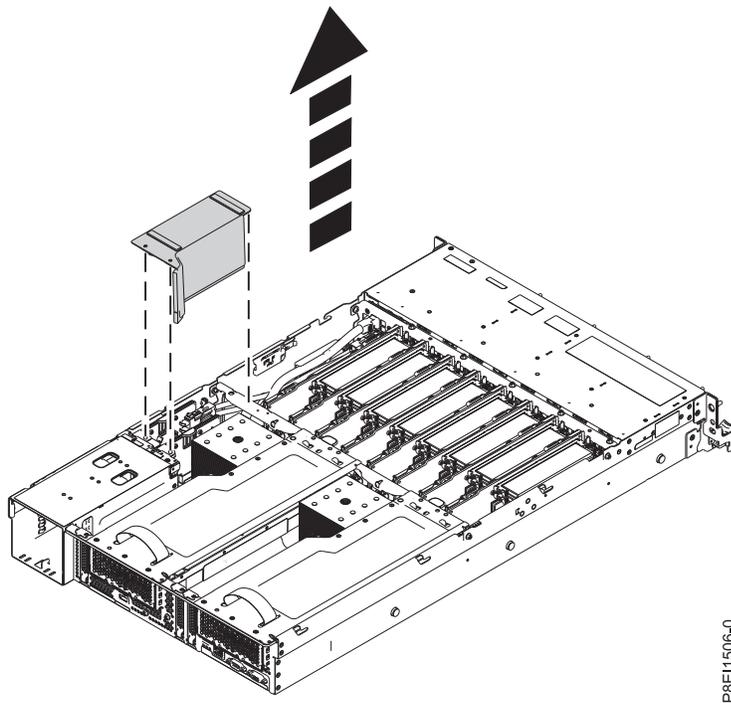

Figure 62. Retrait du déflecteur d'air du connecteur de bus d'alimentation
2. Retirez le déflecteur d'air du connecteur de bus d'alimentation. Voir figure 62, à la page 65.